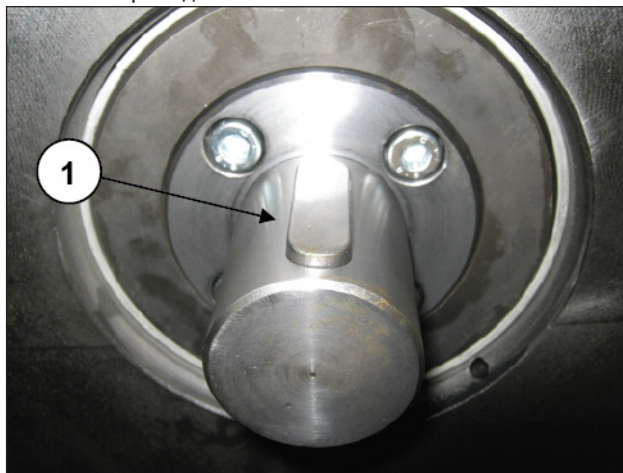

Рис. 23
Снимите шпонку с хвостовика привода масляного насоса (поз. ①, Рис. 23).